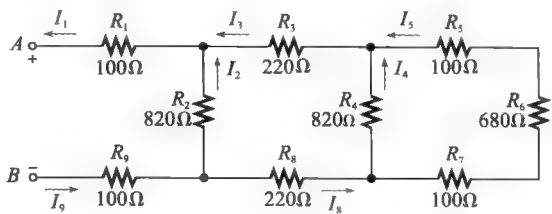

图 6-93
45. 当图 6-93 的 A、B 之间加 10V 电压时, 试问每个电阻两端的电压是多少?
44. 试确定图 6-93 所示电路 A、B 端之间的总电阻, 并计算当 A、B 之间加 10V 电压时每条支路的电流。